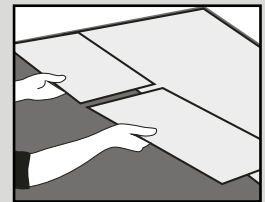
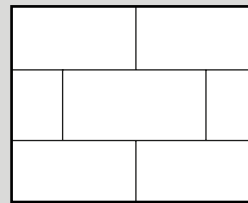

Fig. 4a
Fig. 5a
5. Instale el tablón o baldosa siguiente levantando el borde del tablón anterior, acoplando la lengüeta y la hendidura del lateral largo en la junta del extremo y, después, acople el lateral largo, que puede fijar en su sitio mediante suaves golpes con un recorte de material o un taco protector (fig. 4a, 4b y 4c). Las baldosas y los tablones deben instalarse escalonados de manera que nunca coincidan cuatro esquinas (fig. 5a y 5b).